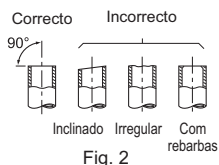

Fig. 2
- Caso a mangueira de drenagem fornecida com a unidade interior seja demasiado curta, ligue-a à mangueira de drenagem (I) que deve ser providenciada no local. (Fig. 2)
- Retire a mangueira de drenagem existente na parte posterior esquerda da unidade interior. (Fig. 2)